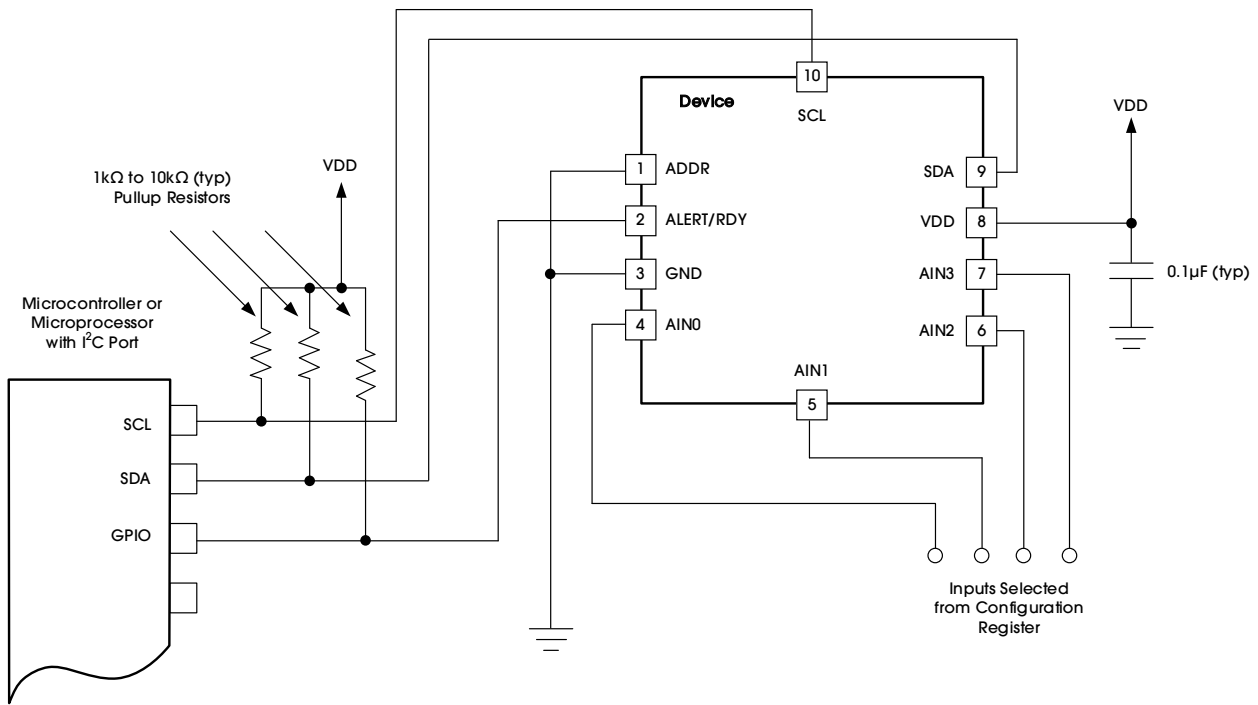

Figure 26. Typical Connections of the ADX111(Q)
ADX111(Q) 的 I²C 连接原理如 Figure 26 所示。